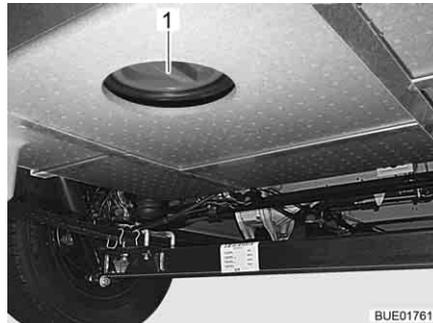

Bild 159 Reinigungöffnung Abwassertank
- Reinigungsöffnung (Bild 159,1) am Abwassertank und Ablasshahn öffnen.